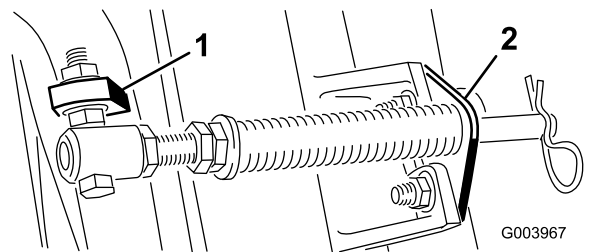

図 5
注 ボルトは、 図 5 に示すように、頭部が外側にくるように取り付ける。
- D. カッティングユニットのタブにロッドブラケットを取り付け、キャリッジボルトとナットで固定する 図 5。